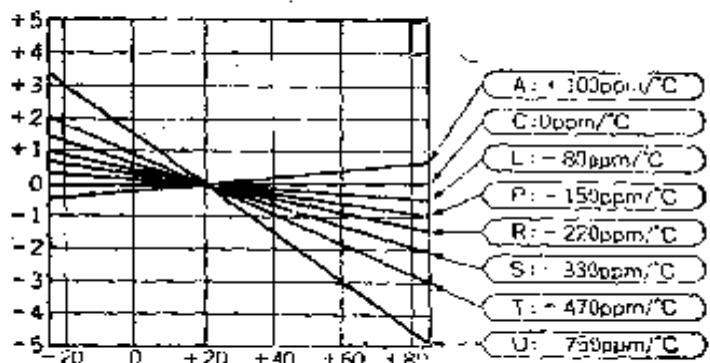

图4-9 温度补偿型陶瓷电容器的温度特性
低介质常数型陶瓷电容器,其容量温度系数被严格控制,除了温度系数平直的产品之外,还有各种正温度系数的和负温度系数的产品(图4-9)。为了达到温度补偿的目的,必须选择具有与此目的相适应的温度系数。这种陶瓷电容器常常用作晶振电路❶、A/D变换❷及V/F变换❸电路中的积分电容器等。